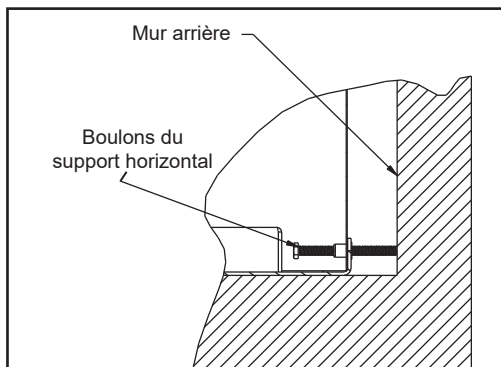

Figure 20.3
3. Enfilez les boulons du support horizontal jusqu'à ce qu'ils atteignent la paroi arrière du foyer pour fixer en place. **Figure 20.3.**